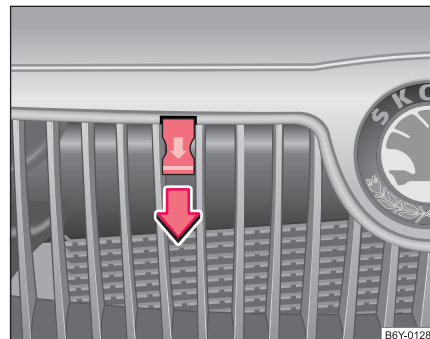

Fig. 124 Rejilla del radiador: Tirador
- Extraiga el tirador ⇒ **página 177, fig. 124**, el capó se desenclavará completamente.